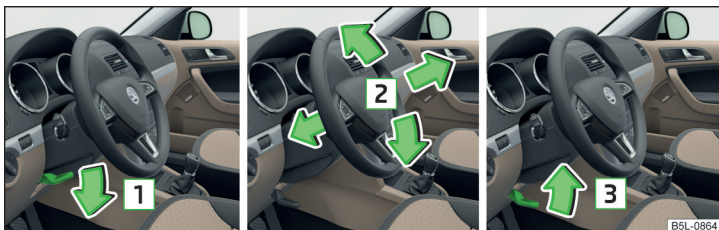

Fig. 3 Reglarea poziției volanului
- Rabatați maneta de siguranță de sub volan în sensul săgeții » fig. 3.